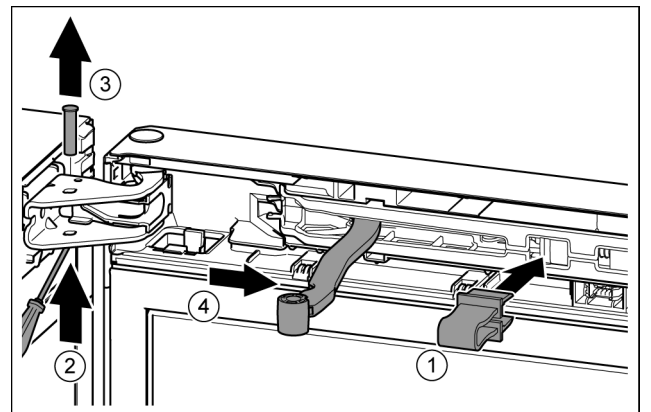

Fig. 10
- Sicherung in Öffnung einrasten. Fig. 10 (1)
- Bolzen mit Schraubendreher herausziehen. Fig. 10 (2)
- Bolzen nach oben herausnehmen. Fig. 10 (3)
- Gelenk in Richtung Tür drehen. Fig. 10 (4)